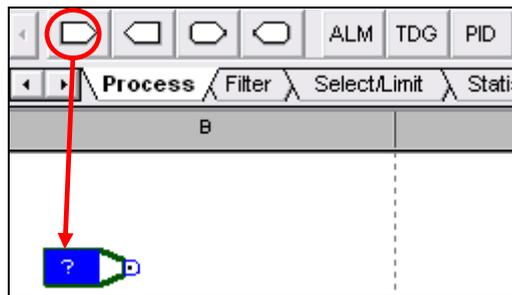

图 1- 110 Bit Input（位输入）按钮
8. 双击按钮的蓝色区域（带问号）定义输入。点击下拉框右侧的箭头，展开 Hardware Boolean 列表，然后双击 DIP1（Digital InPut 1）。这只是一个逻辑输入，没有与任何实际的物理输入相连（之后会处理）。总共可以定义 16 个逻辑输入（DIP1→16），如图 1- 111 所示。